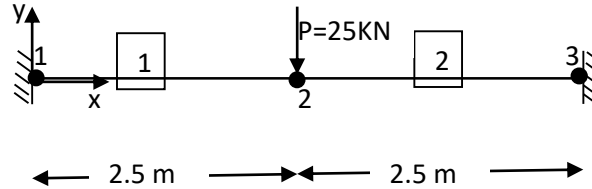

Figure 01 : Poutre bi-encastree à ses deux extrémités et chargée en son milieu par une force $P = 25 \text{ kN}$
Soit la poutre horizontale bi-encastée à ses deux extrémités et de longueur $\ell = 5\text{ m}$. Une force ponctuelle verticale dirigée vers le bas $P = 25\text{ KN}$ est appliquée en son milieu (figure 01). Le module d'élasticité longitudinale $E = 210000\text{ MPa}$ et le moment d'inertie des sections transversales autour de l'axe de flexion $z'z$ a pour valeur $I_z = 8356\text{ cm}^4$.
- 1- En divisant (ou bien en maillant) la poutre en deux éléments (01) et (02) adjacents et de longueurs égales à (2.5 m), écrire les matrices de rigidités élémentaires de chaque élément en respectant la numérotation des nœuds portée sur la figure 01. (02 points)